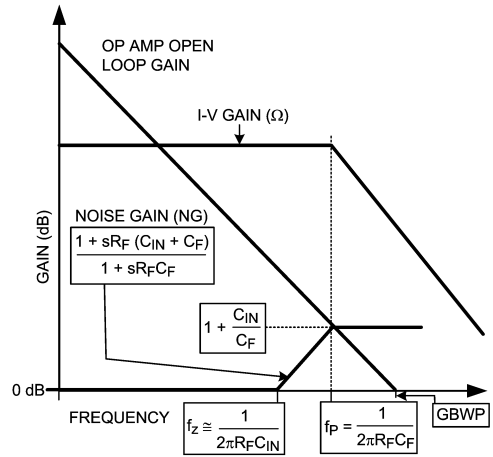

FIGURE 15. Transimpedance Amplifier Graphical Stability Analysis and Compensation
LMH6601 の入力容量 (C_A) およびダイオードの容量 (C_D) は、この回路の安定性と補償方法に関係します。トランスインピーダンス・ゲインの値 (R_F) が大きい場合、アンプの反転入力における総容量 ($C_{IN} = C_D + C_A$) は R_F と作用して、ノイズ・ゲイン (NG) 関数でゼロを作ります (Figure 15 を参照)。対策を取らないと、NG の値が開ループ伝達関数と等しい高周波数において、ループに過剰な位相シフトが発生し (180 に近い)、その結果回路が不安定になる場合があります。これを Figure 15 に示します。
Figure 15 は、適切な値のコンデンサ C_F を R_F の両端間に接続すると、 f_p に NG 関数のポールが形成されることを示しています。性能の最適化のために、 f_p で NG がオペアンプの開ループ・ゲインに等しくなるよう、通常このコンデンサが採用されます。このことにより、2つのグラフ (開ループ・ゲインと NG) の交点を越えると、NG の傾きが「平坦」になり、位相マージン (PM) が 45 になりますが、これは f_p および f_z が最低 10 倍離れていると仮定した場合です。これは、交点において f_p の NG ポールに 45 の位相進みがあり、PM が 45 残るからです。参考までに、Figure 15 にトランスインピーダンス・ゲイン (I-V ()) も示されています。
オペアンプのノイズ電圧は、ノイズ・ゲインの「ゼロ」と「ポール」 (Figure 15 の f_z と f_p) の間の領域で増加します。R_F と C_{IN} の値が大きいくほど、ノイズ・ゲインのピークが低い周波数で始まるため、総出力ノイズへの影響が大きくなります。当然、C_{IN} を最小化することがメリットになることに留意する必要があります (たとえば、適切なオペアンプを選択し、過剰な暗電流およびノイズを犠牲にしてダイオードの両端間を逆バイアスするなど)。しかし、大半の低ノイズ・オペアンプは、通常のオペアンプに比べ大きい入力容量を持っています。これは、低ノイズ・オペアンプの入力段が面積だからです。